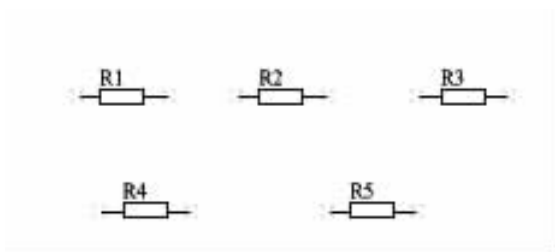

图 2-28 放置电阻
(6)放置电阻 R1 后,鼠标仍然处于电阻的放置状态,可以继续放置电阻 R2、R3、R4、R5,如图 2-28 所示。